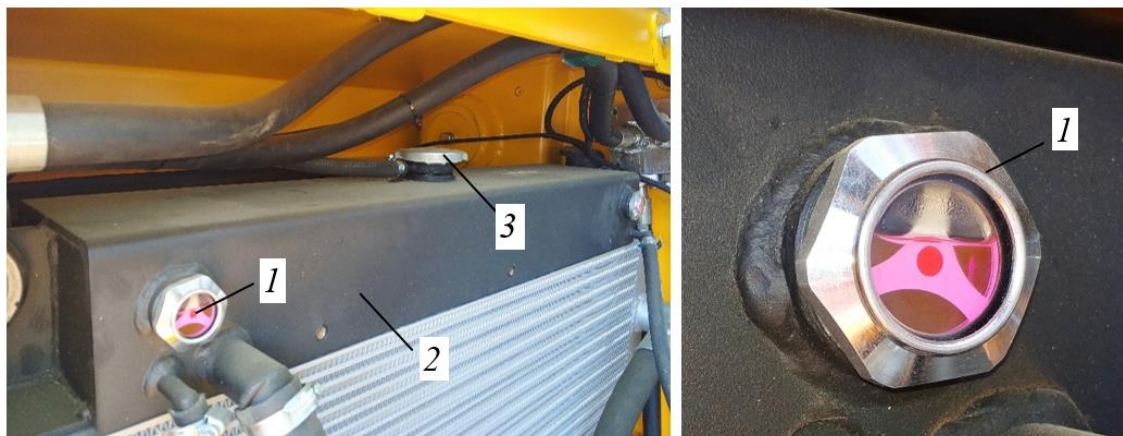

Рисунок 3.68. Расширительный бачок жидкостной системы охлаждения двигателя
- ▶ Через смотровое окно 1, рис. 3.68, проверить наличие и уровень охлаждающей жидкости.
Контроль уровня производить на холодном двигателе (температура охлаждающей жидкости сопоставима с температурой окружающей среды). Нормальным считается уровень, когда жидкость покрывает половину высоты смотрового окна 1 рис. 3.68.